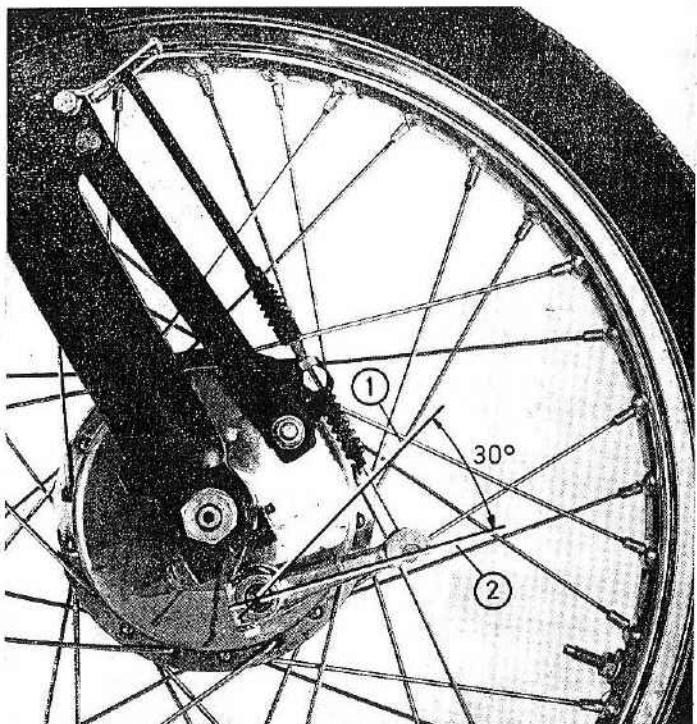

Fig. 19
3. Ajuste de la palanca del freno. Conforme se van gastando los forros de freno, la palanca va cambiando de posición en los sucesivos reglajes. Así llegará un momento en que el muelle quedará comprimido en exceso y perjudicará al frenado. Cuando así ocurra se procederá a cambiar la posición de la palanca girándola en unos grados (ver fig. 19). Fijar en esta posición con llave de 10 mm y graduar como se ha dicho en los puntos 1 y 2.
3. Réglage du levier de frein. A mesure que les garnitures de frein s'usent, le levier change de position au cours des réglages successifs. Il arrivera donc un moment où le ressort sera trop comprimé et gênera le freinage. Lorsque cela se produira, on procèdera à changer la position du levier en le faisant tourner de quelques degrés (voir fig. 19). Le bloquer dans sa nouvelle position avec una clé de 10 mm et régler comme indiqué dans les paragraphes 1 et 2.
1. Using the Cable Adjuster. To increase/decrease the travel of the handlebar lever, rotate the serrated 2 (fig. 19) that the adjuster is retracted into or extended from the from the handlebar mount.
3. Adjusting the Brake Arm. According as the brake linings wear, the brake arm changes in position in successive adjustments. Thus it will arrive that the sprig will be excessively compressed and will affect braking. When so occurs, change the position of the brake arm by turning it a few degrees (see fig. 19). Secure in this position with a 10 mm wrench and set as indicated in paragraphs 1 and 2 above.